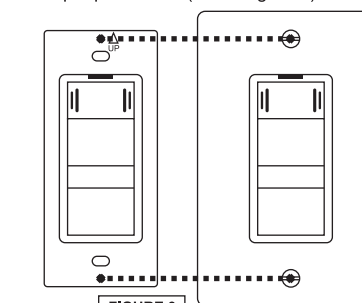

FIGURE 3
3. Fixez la plaque murale (voir la figure 3).